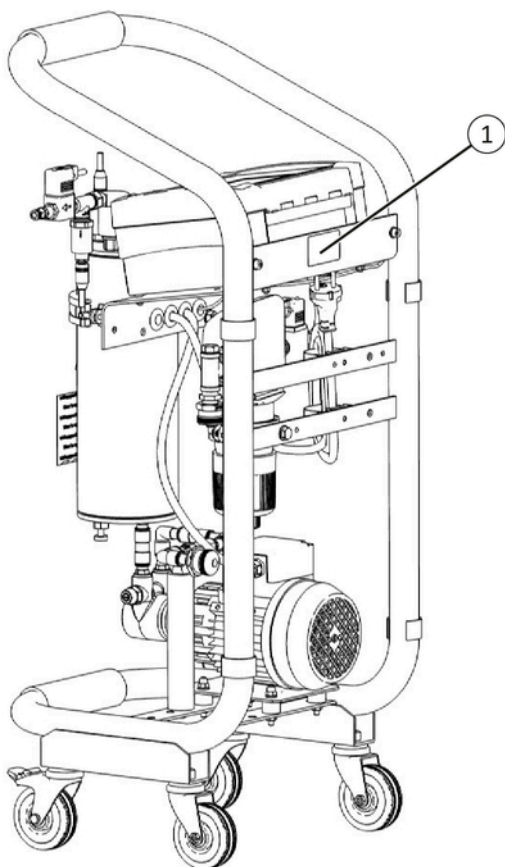

Abb. 1: Position Typenschild JHAF
Das Typenschild (1) befindet sich auf der Rückseite mittig auf dem Halblech der Steuerung (siehe Abbildung 1). Um Anfragen oder Bestellungen schneller bearbeiten zu können, die Daten des Typenschilds stets angeben.